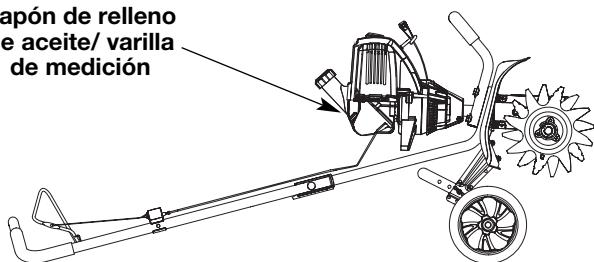

Fig. 6
- Coloque la unidad sobre una superficie plana (Fig. 6).